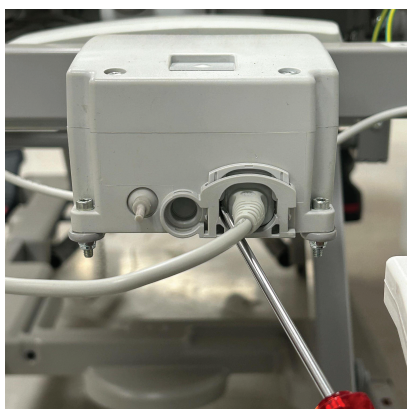

Figura 9 – Inserimento del blocco del cavo di alimentazione
3. Con un piccolo cacciavite piatto, spingere il blocco del cavo della batteria. Estrarre il cavo della batteria (Figura 9).